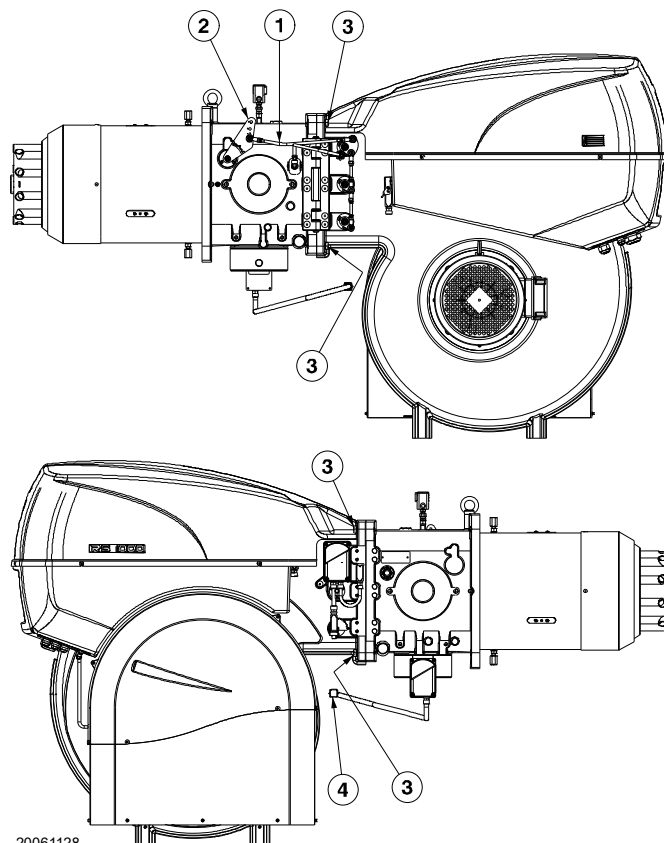

Fig. 32
- Retirer le tirant 1)(Fig. 32) du levier de déplacement de la tête en desserrant l'écrou 2).